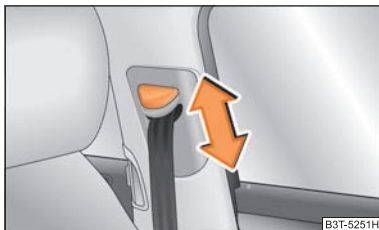

Fig. 151 Asiento delantero: ajuste de la altura del cinturón
- Desplace el herraje de inversión en el sentido deseado, hacia arriba o hacia abajo ⇒ **fig. 151**.